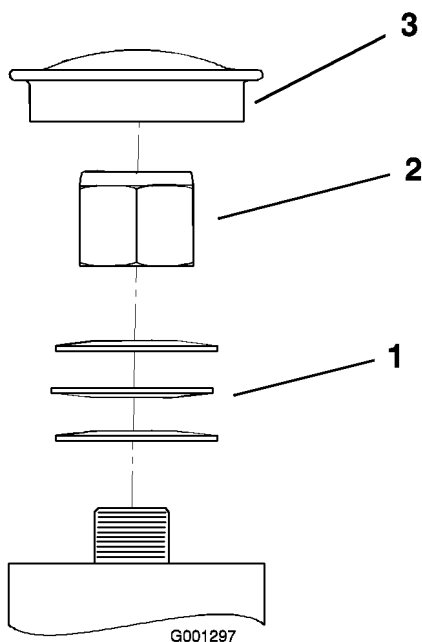

Bild 49
3. Entfernen Sie den Staubdeckel vom Laufrad und ziehen Sie die Sicherungsmutter an (Bild 49).
4. Ziehen Sie die Sicherungsmutter so weit fest, dass die Federscheiben flach liegen und schrauben dann um 1/4 Umdrehung zurück, um die Lager richtig vorzuspannen (Bild 49).
Wichtig: Achten Sie darauf, dass die Federscheiben korrekt wie in Bild 49 dargestellt eingesetzt sind.
5. Setzen Sie den Staubdeckel ein (Bild 49).